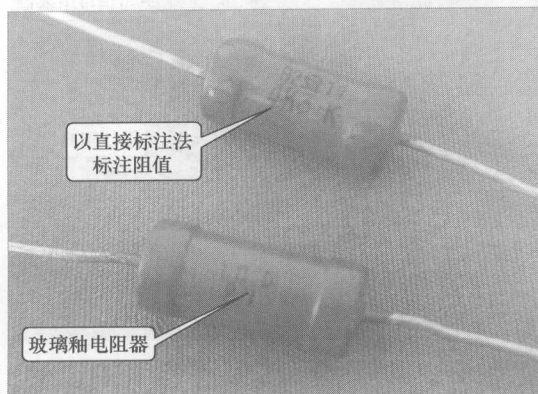

图 1-14 玻璃釉电阻器
⑤ 玻璃釉电阻器。玻璃釉电阻器是将银、铈、钨等金属氧化物和玻璃釉黏合剂调配成浆料喷涂在绝缘骨架上，再进行高温聚合而制成的。这种电阻器具有耐高温、耐潮湿、稳定、噪声小、阻值范围大等特点，它的实物外形如图 1-14 所示。这种电阻器采用直接标注法标注阻值，即将阻值直接标注在电阻器的外壳上。